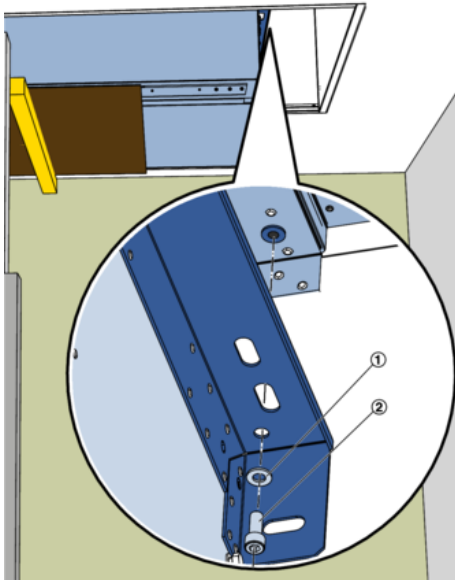

Abb. 38: Bauteil 1 in die Zarge einsetzen und verschrauben
6. ▶ Das Bauteil 1 mit dem Lift in die Zarge einsetzen und mit insgesamt 6 Stück Schrauben M10x25 (Abb. 38/1) und Scheiben (Abb. 38/1) an der Zarge verschrauben. Die Verbindungsschrauben zwischen Lüftungsgerät und Zarge mit 47 Nm anziehen.